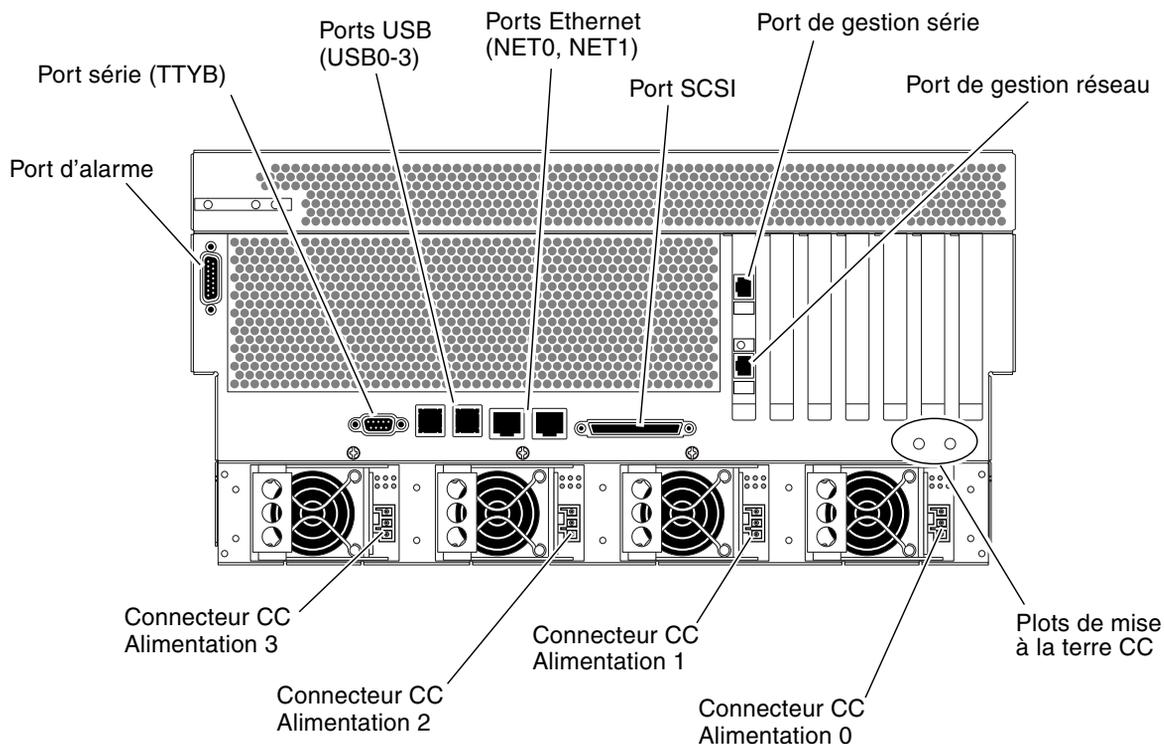
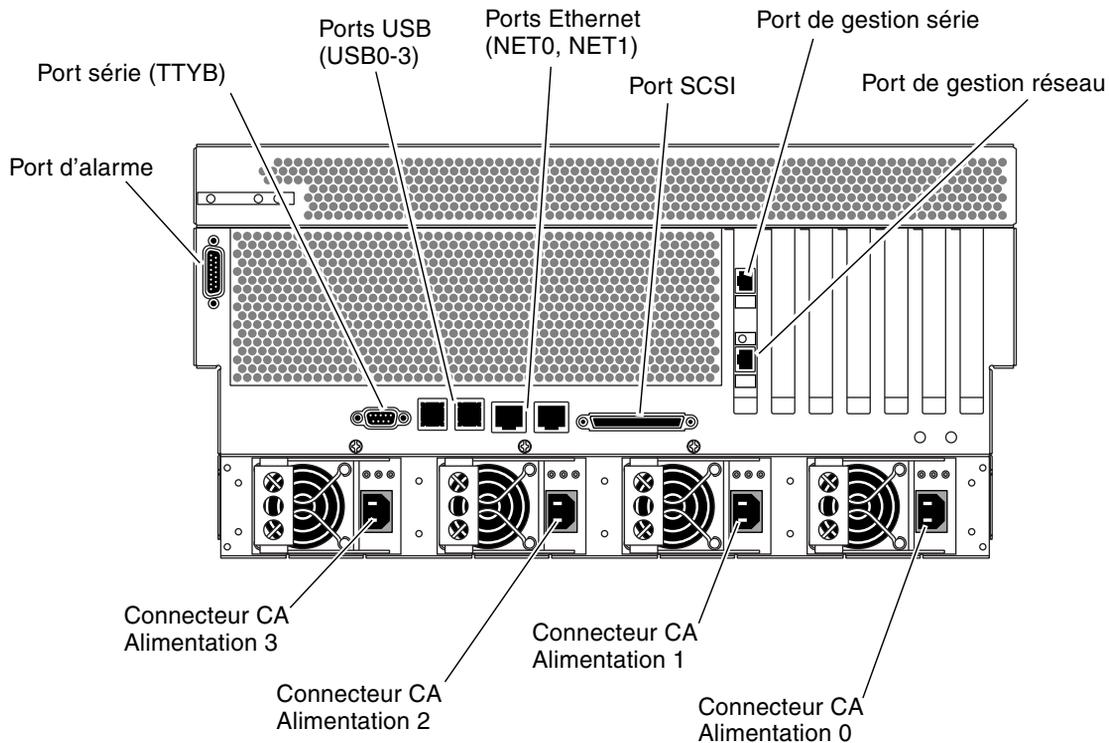

FIGURE 4-1 Fonctions du panneau arrière (version CC)
FIGURE 4-2 Fonctions du panneau arrière (version CC)
La FIGURE 4-1 présente la version CC du panneau arrière du serveur Netra 440, les connecteurs d'alimentation et les ports d'E/S tandis que la FIGURE 4-2 illustre la version CA du panneau arrière du serveur Netra 440, les connecteurs d'alimentation et les ports d'E/S.
2. **Passez à l'arrière du serveur et localisez les deux plots de mise à la terre CC (voir FIGURE 4-1).**
La FIGURE 4-1 indique les emplacements de ces ports. Les sections qui suivent détaillent le brochage des différents connecteurs.